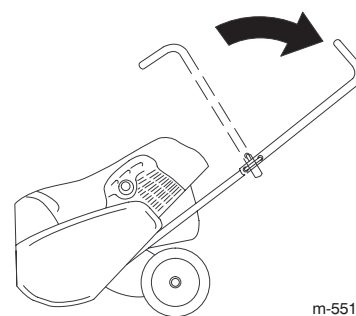

Figure 4
3. Positionnez la partie supérieure du mancheron comme illustré à la Figure 4.